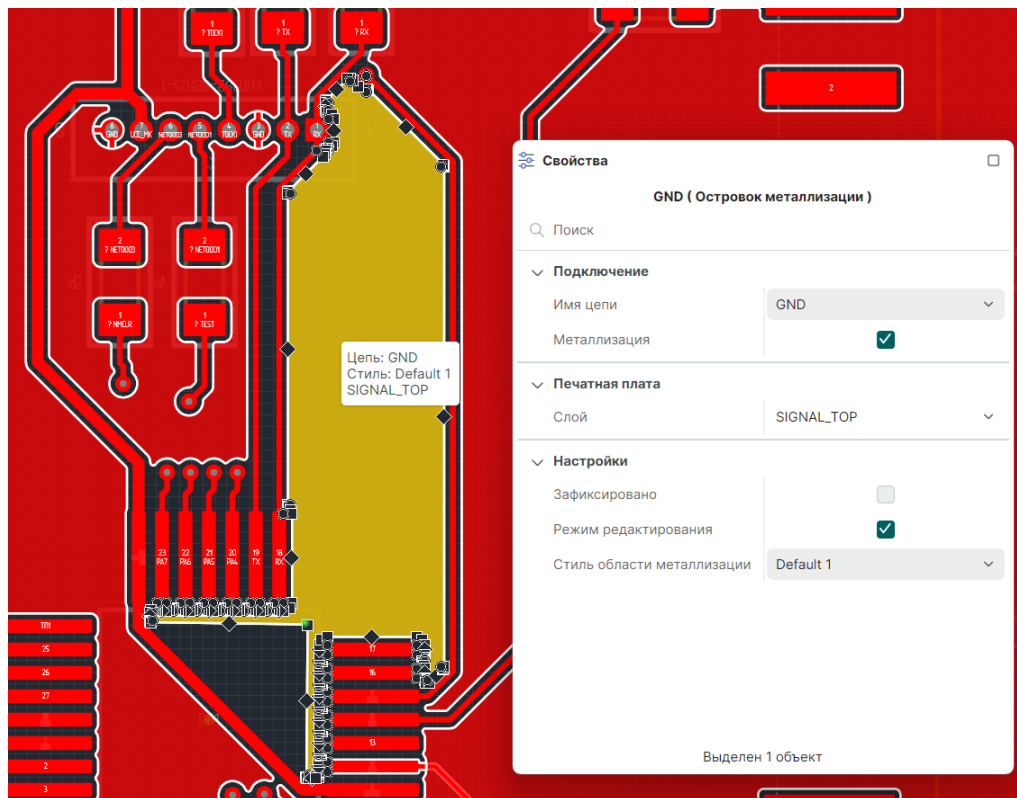

Рис. 465 Измененная геометрия островка металлизации
4. Завершите перемещение точек трансформации, геометрия островка изменена, см. Рис. 465.